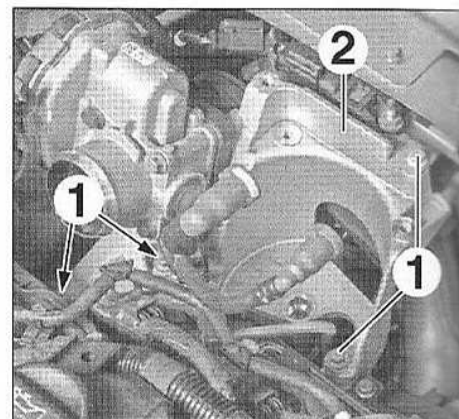
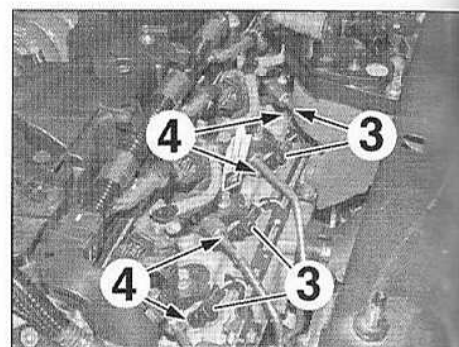
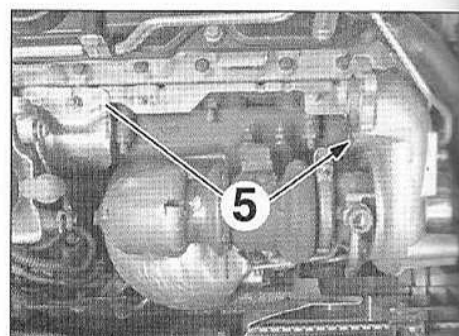

FIG.93
FIG.94
FIG.95
- Déposer (Fig.93) :
- les vis (1),
- le support du filtre à carburant (2).
- Débrancher les connecteurs (3) des bougies de préchauffage (Fig.94).
- Déposer les bougies de préchauffage (4).
- les écrans thermiques (5) (Fig.95).